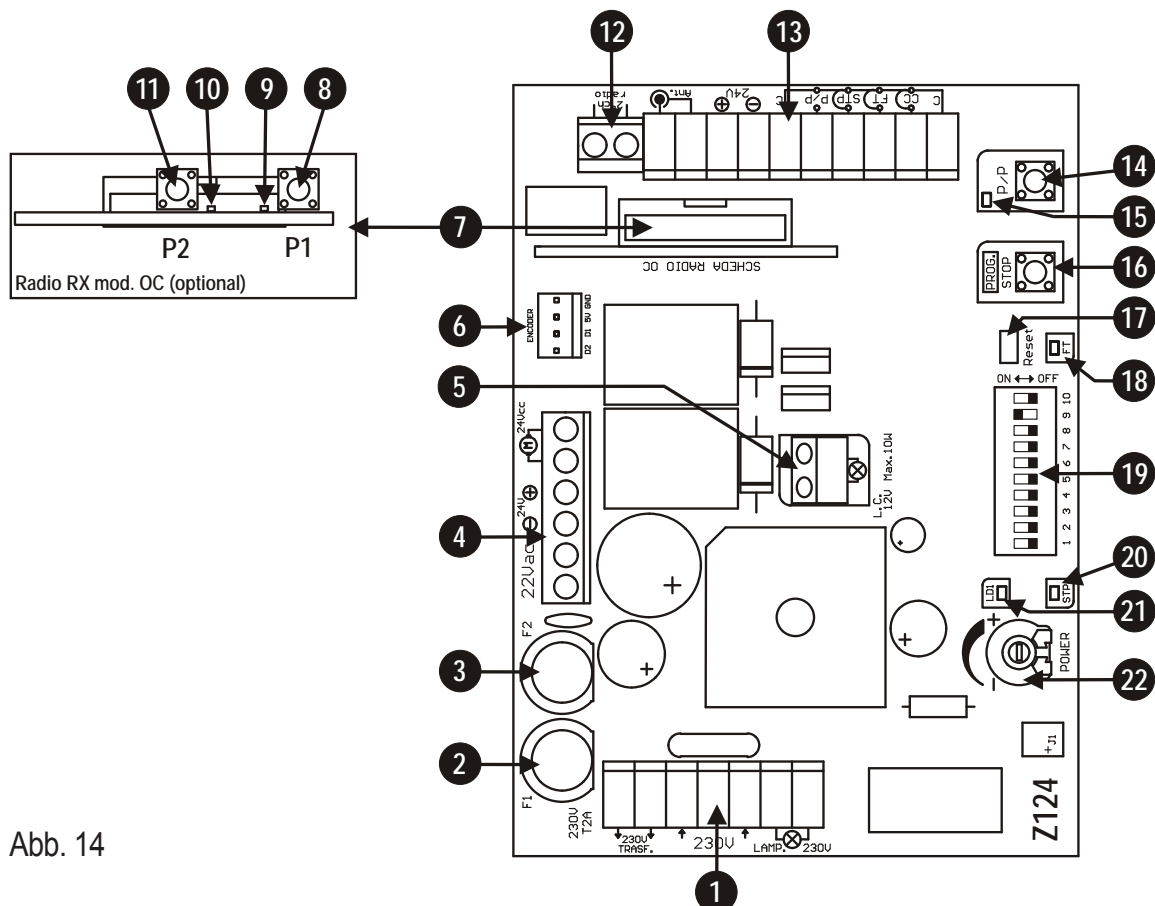

Abb. 14
D BESCHREIBUNG DER TEILE (Abb. 14)
- 1) Taste PROG. gedrückt halten. Ein Reset ausführen, indem die Überbrückung Reset (Det. 17 in Abb. 14 mit dem Schraubenzieher kurzgeschlossen wird. 2- Taste PROG. gedrückt halten.
- 9) Um zum Normalbetrieb zurück zu kehren, ein Reset der Steuerung durchführen (den Verbinder Detail 17 in Abb. 14 kurzschließen)
Während der Erlernung wird mehrmals die Taste P/P betätigt (Det. 14 in Abb. 14), es kann aber auch der Befehl P/P (Klemme 14, Abb. 15) oder der im ersten Empfängerkanal gespeicherte Funksender benutzt werden.